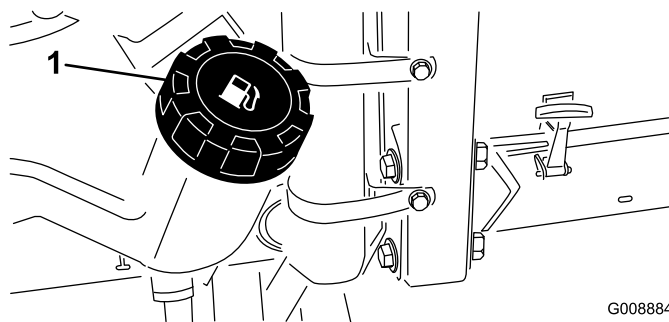

Figura 26
1. Pulite l'area circostante il tappo del serbatoio carburante (Figura 26).